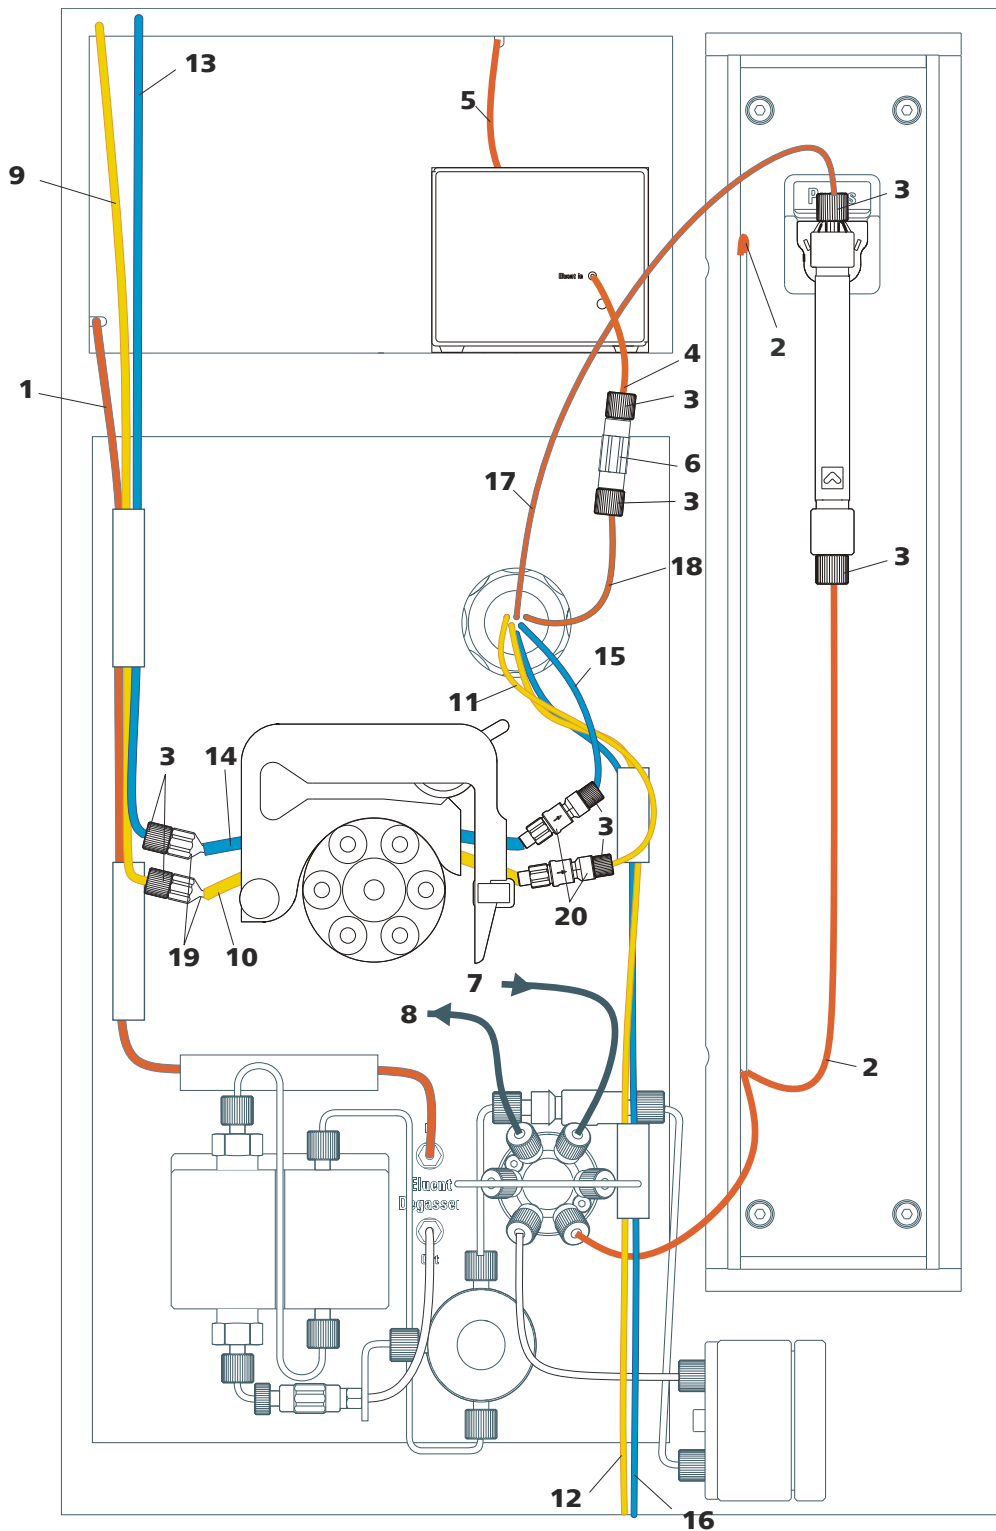

Figura 3 Diagrama de instalación 881 Compact IC pro – Anion
- Un diagrama de instalación (*véase Figura 3, página 15*) que muestra un 881 Compact IC pro – Anion completamente instalado.